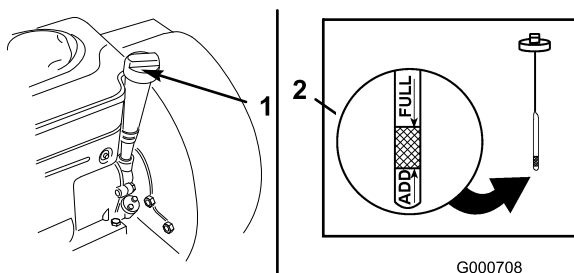

Figura 15
3. Pulite attorno all'asta di livello (Figura 15).
4. Estraiete l'asta di livello dell'olio e pulite l'estremità metallica (Figura 15).
5. Infilate fino in fondo l'asta di livello nel relativo tubo e serratela (Figura 15).